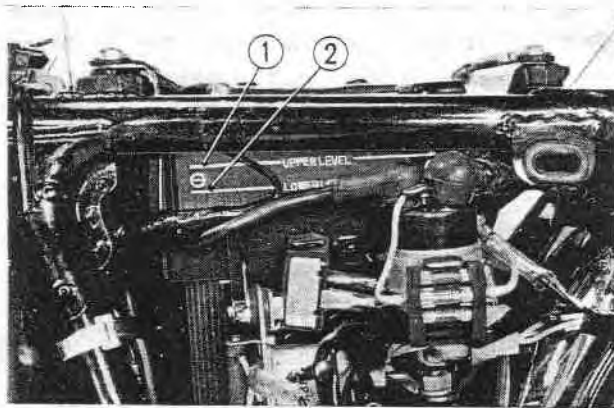

Fig. 19-14 ① Repère de niveau maximum
(1) Déposer le carénage gauche en le séparant des tampons en caoutchouc et en soulevant le siège. Contrôler le niveau de l'électrolyte par le côté gauche de la moto. Si nécessaire, ajouter avec précaution de l'eau distillée pour amener le niveau de chaque élément entre les repères "mini et maxi". (Fig. 19-14)